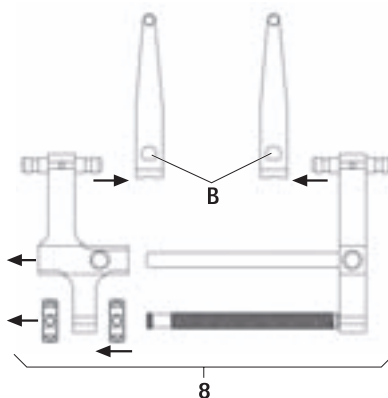

Рис. 4
- Демонтаж дистрактора 8 с дистракционными пластинами, см. Рис. 4: Задействовать задвижку **B** и извлечь дистракционную пластину FW239R.